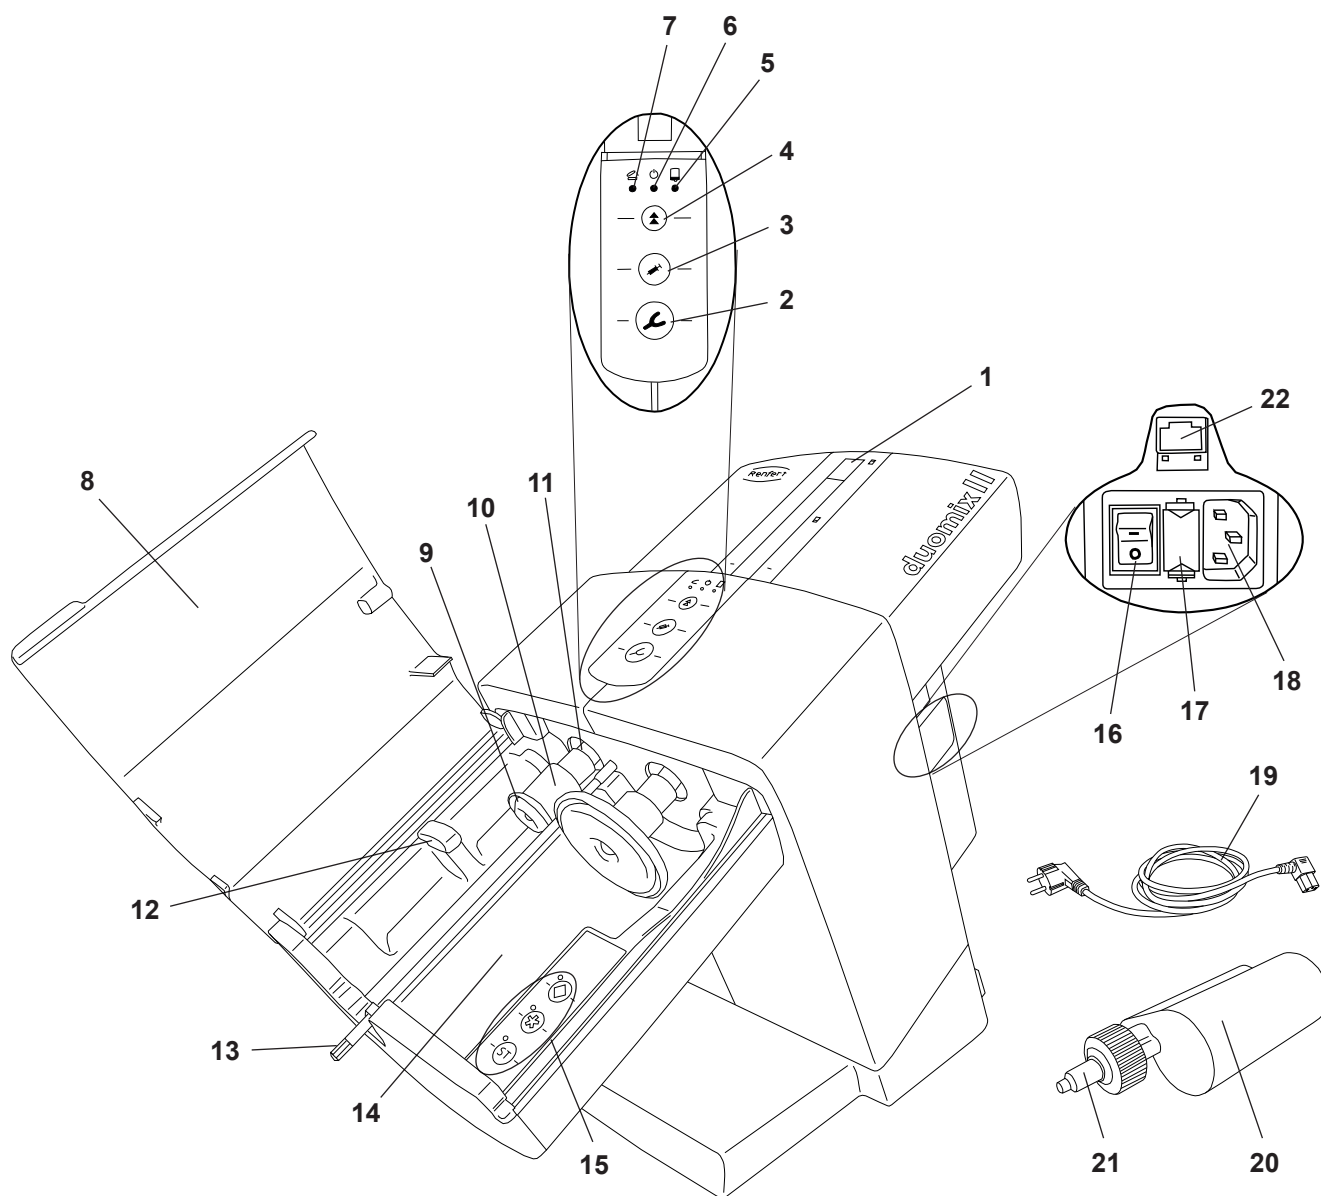

Рис. 1
- ⇒ Подключите прилагаемый кабель питания (19, Рис. 1) к главному гнезду питания (18).
- ⇒ Включите устройство с помощью главного выключателя (16).
- ⇒ Закройте крышку (8, Рис. 1) устройства.
- ⇒ Нажмите кнопку возврата (4).
- ◆ Зажимные диски (9, Рис. 1) возвращаются в исходное положение и останавливаются там.
- ⇒ Снимите транспортировочные крепления (23).
Укладку и смену картриджа можно осуществлять, только если два зажимных диска (9, Рис. 1) находятся в исходном положении.
⇒ Закройте крышку блока (8, Рис. 1).
⇒ Откройте крышку блока (8, Рис. 1).
⇒ Закройте крышку устройства (8, Рис. 1).
Крышку устройства можно закрыть только при правильно вложенном картридже. Если крышка устройства не закрыта надлежащим образом, светится красный светодиод „Крышка устройства открыта“ (7, Рис. 1).
- Ложка для оттиска (2), высокая скорость выдавливания или
- Диспенсер (3), низкая скорость выдавливания
- ♦ Смесительный шестигранник (13, Рис. 1) начинает вращаться и автоматически входит в смесительное сопло (21, Рис. 1) и потом снова останавливается.